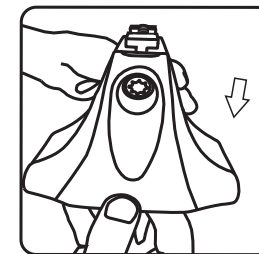

рис. 1
2.2 Возьмите из комплекта опору и снимите крышку опоры (рис.1). Обратите внимание: крышки опор не закрыты на замок